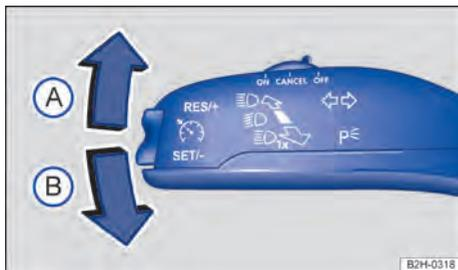

Fig. 69 À esquerda na coluna de direção: alavanca dos indicadores de direção e do farol alto.
2. Trazer a alavanca dos indicadores de direção e do farol alto da posição central para a seguinte posição → Fig. 69:
- (A) Piscar à direita ➔.
- (B) Piscar à esquerda ➜.